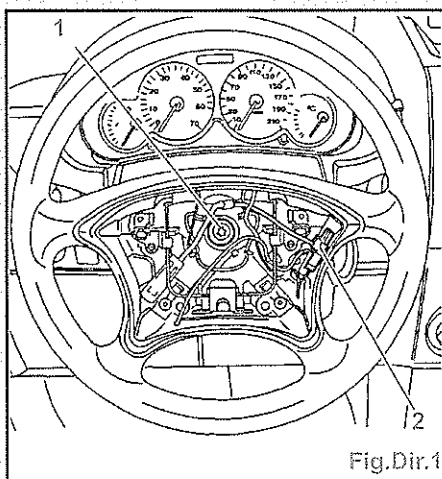

Fig.Dir.1
- Déposer (Fig.Dir.1) :
- le connecteur (2),
- la vis (1).